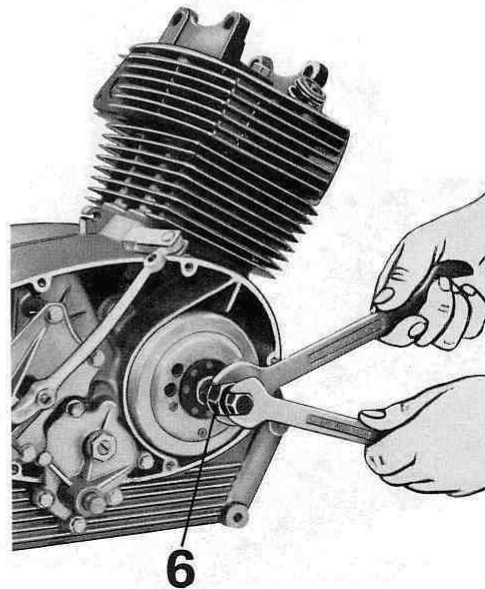

Fig. 11
- la parte rotante del volano con estrattore n. 55906600 (6 di fig. 11);